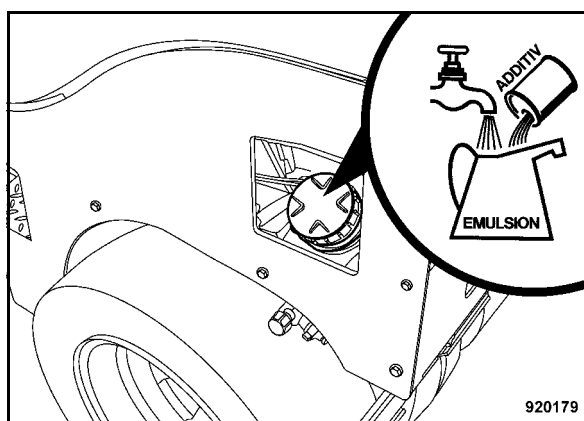

Fig. 97
- Desenroscar la tapa (Fig. 97) y comprobar la reserva de emulsión, completarla si fuese necesario.